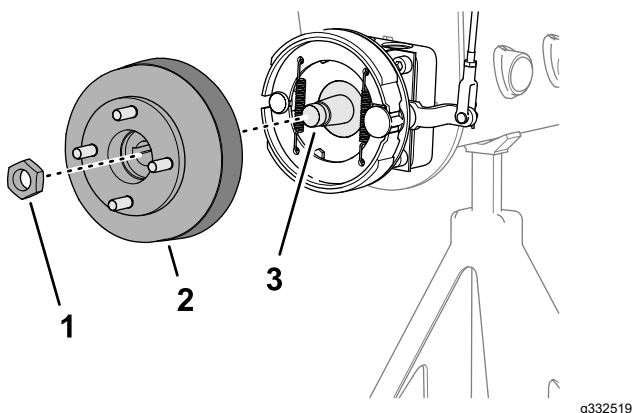
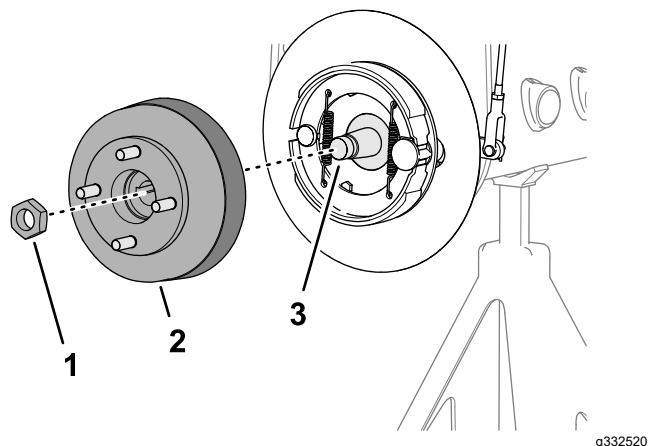

Bild 64
Bild 65
1. Entfernen Sie die Sicherungsmutter, mit der die Nabe an der Radmotorwelle befestigt ist (Bild 64 oder Bild 65).
4. Verwenden Sie den angegebenen Radnabenabzieher, um die Radnabe und die Bremstrommel von der Radmotorwelle zu entfernen (Bild 64 oder Bild 65).